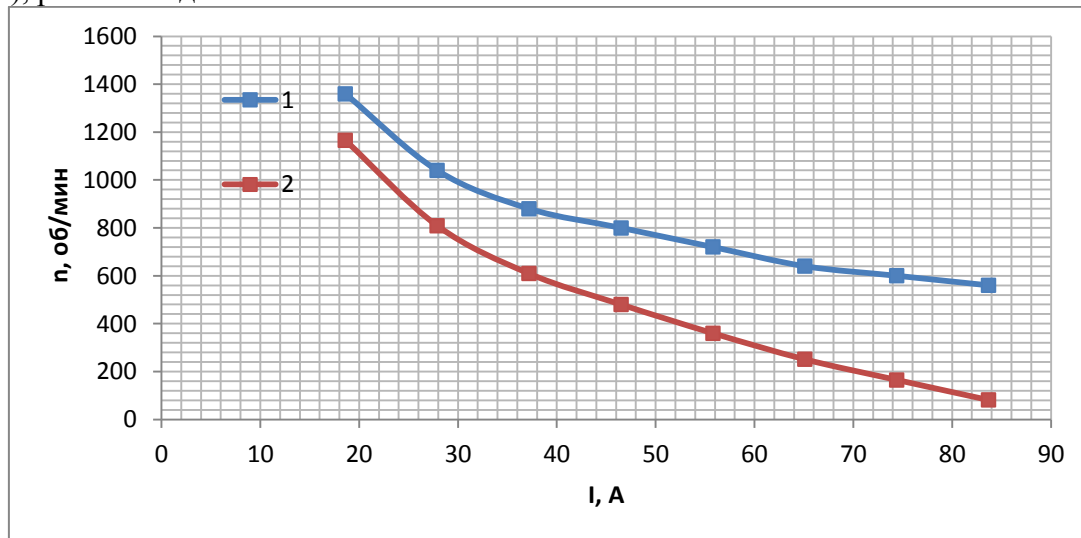

Рисунок 12. Характеристики ДПТ ПВ
2) Для определения скорости на естественной характеристике при токе $I_p = 40$ А необходимо построить естественную характеристику (рис.12). Для ее построения воспользуемся универсальными характеристиками (рис.4). Расчеты сведены в таблице 13.
5) Для данного сопротивления резистора строим регулировочную характеристику (рис.12), расчёт сводим в табл.13.